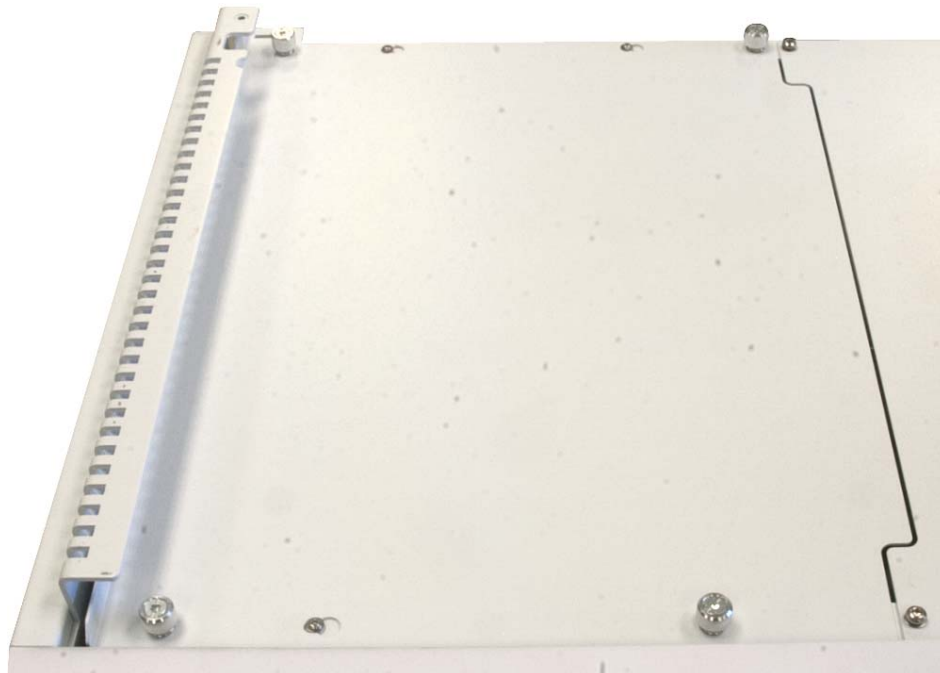

図 66 左上のメインフレームカバーを外す
- 4 メインフレーム左上のカバーを固定するつまみネジを外し、カバーを取り外します (図 66)。